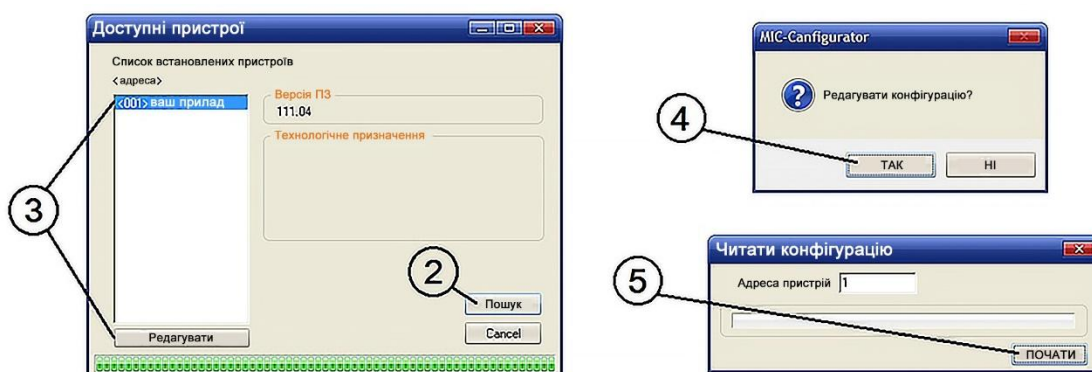

Рисунок 4.4 – Пошук доступних пристроїв та зчитування параметрів модуля
4.3.6.2 У вікні редагування параметрів натиснути кнопку "Блок мережного обміну" (див. рис. 4.4).